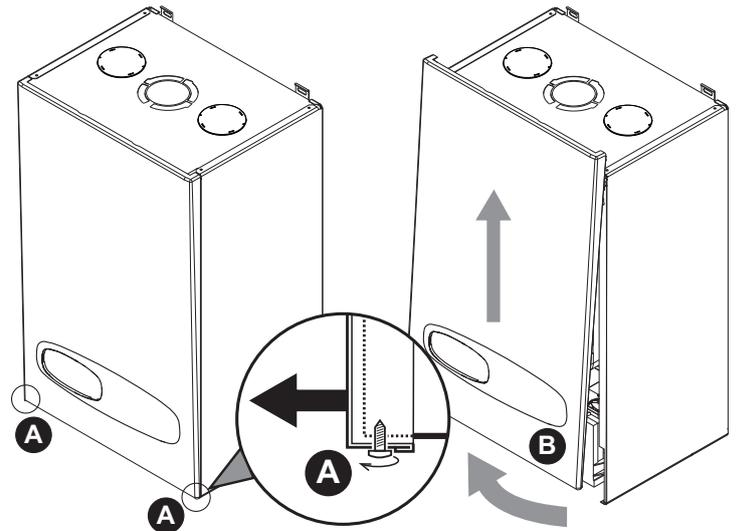

рис. 25 - Открытие передней панели
1. Частично открутите винты **A** (см. рис. 25).